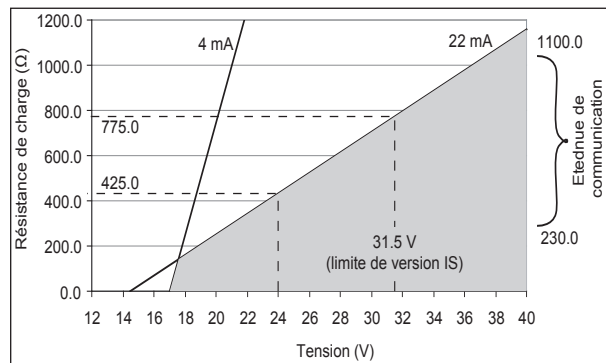

Fig. 2-1. Tension d'alimentation/charge
**mA** **E. Signal de transmission** : sortie isolée 4-20 mA DC . Charge maximum 425  $\Omega$ . Signal ascendant (22 mA) descendant (3.9 mA) ou pulse 22mA sur défaut de signal. Voir Fig.2-1 et 2-2.
Note: l'appareil dispose d'une alimentation issue de la partie 0-4mA du signal.II a besoin d'une alimentation minimale pour fonctionner, celle-ci dépend de la charge. Pour le choix de l'alimentation, se reporter aux figures 2-1 et 2-2.